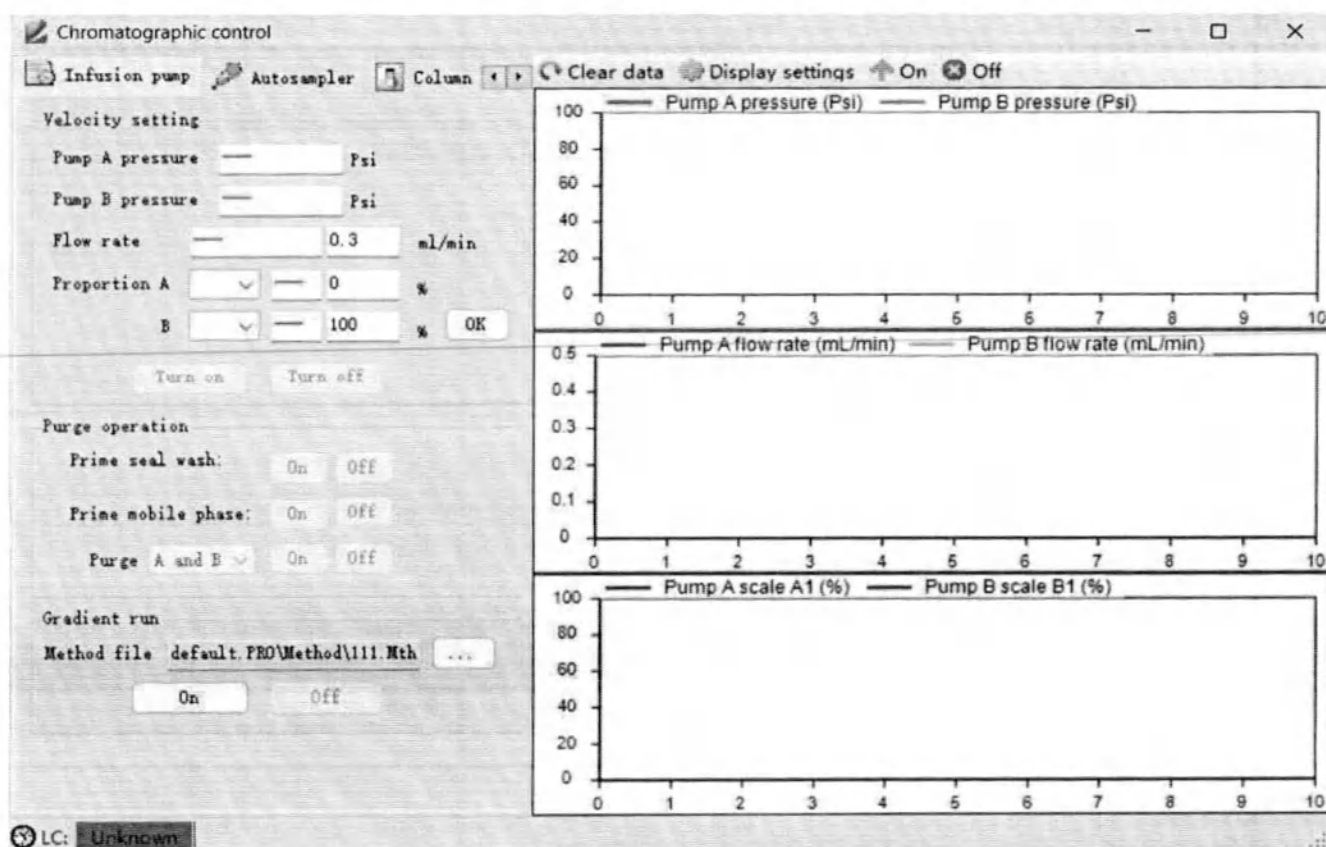

Рисунок 6.2. Интерфейс управления хроматографом (управление бинарным насосом высокого давления).
Нажмите на иконку  в главном интерфейсе, программное обеспечение откроет интерфейс управления хроматографом. В этом интерфейсе можно задавать параметры жидкостного хроматографа (LC) и напрямую управлять насосом бинарным ультравысокого давления, автосемплером и термостатом колонок (рисунок 6.2.).